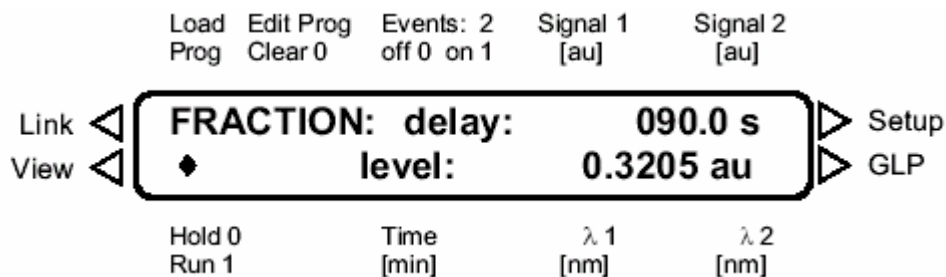

Рис. 9 Меню настройки управления коллектором фракций
1. Войдите в меню SETUP и откройте окно FRACTION, см. рис.9.